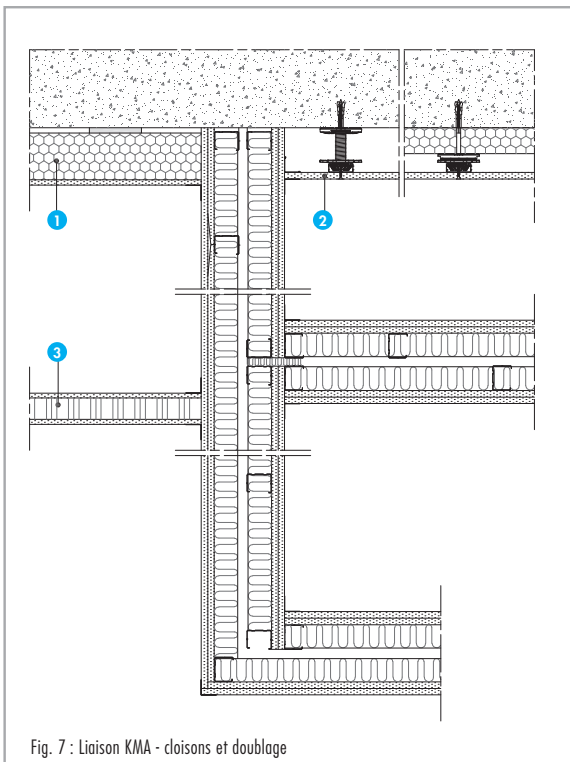

Fig. 7 : Liaison KMA - cloisons et doublage
5. Raccord avec doublages, liaisons en T, en L (fig. 7 et 8)
Nomenclature de la figure 7